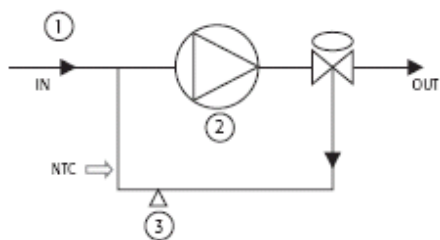

Рис.7.а
1. контроллер подсчитывает расход воды пропорционально разности (St - % относительная влажность) (см. схему «РАСХОД ВОДЫ НА СТОЙКЕ в зависимости от УРОВНЯ ОТНОСИТЕЛЬНОЙ ВЛАЖНОСТИ ОКРУЖАЮЩЕГО ВОЗДУХА Рис. 7.f);
2. контроллер подсчитывает ограниченный расход воды в соответствии с уровнем влажности, измеренным датчиком-ограничителем (см. схему «ОГРАНИЧЕННЫЙ РАСХОД ВОДЫ» Рис.7.d);
3. контроллер выбирает нижнее значение расхода воды и из этого задает скорость работы насоса. Используя значения, показанные на схеме, уровень влажности замеренный датчиком-ограничителем соответствует «ограниченному» расходу воды на стойке (OPB) по сравнению с расходом воды на стойке (PB), который пропорционален (St - % относительная влажность): контроллер выбирает значение OPB, ограничивая тем самым расход воды на стойке и предотвращая конденсацию воды.